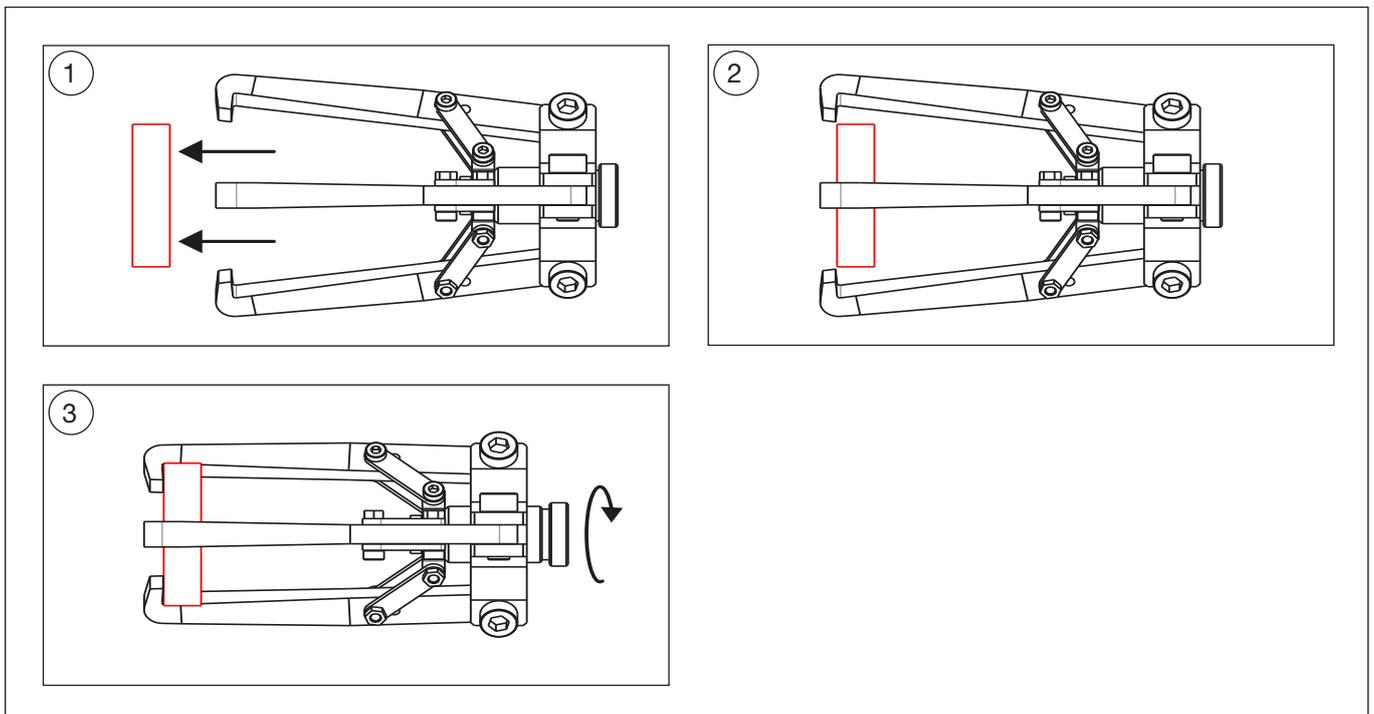

Abbildung 6: Bedienungsschritte des Abziehers. Außenkomponente herausziehen.
7. Positionieren Sie den Abzieher am Werkstück. Für die folgenden Schritte siehe Abbildung 6, Ansicht 1 bis 3.